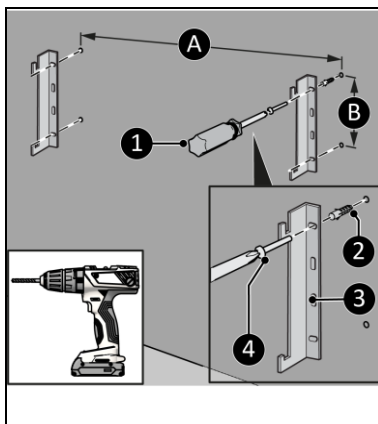

Afbeelding 9
1. Plaats het apparaat op een verticale en stevige ondergrond. Gebruik een waterpas bij het plaatsen van het apparaat (Afbeelding 9, pos. 1).
2. Plaats het apparaat op een minimale afstand (Afbeelding 9) van: